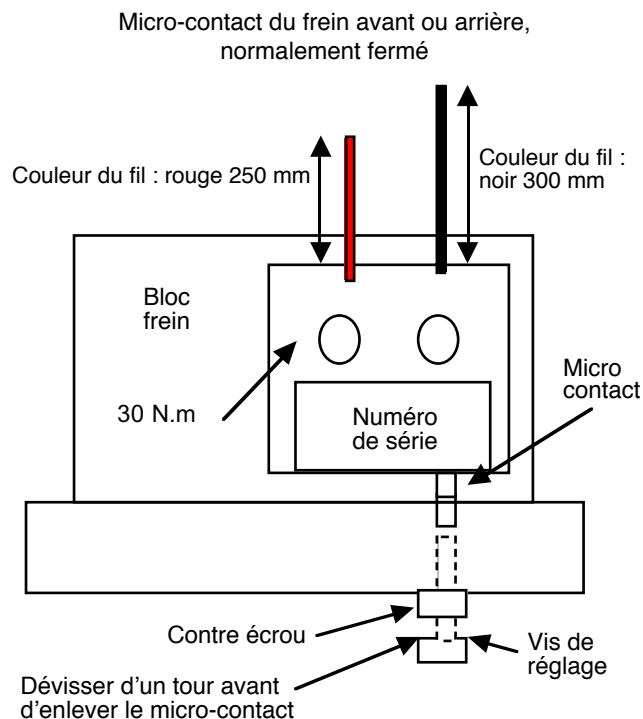

Fig. 2
- Couper et dénuder les fils venant du connecteur comme sur la figure 2.